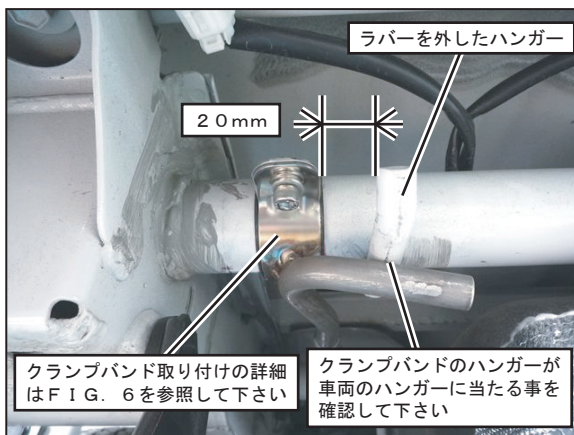

FIG. 5
9. ⑥クランプバンド#1と⑦クランプバンド#2を、FIG. 5, 6の図説を参考に、⑨クランプバンド用スペーサーラバー、⑩キャップボルトM6×15、⑪SUSワッシャM6、⑫スプリングワッシャM6、⑬フランジナットM6を使用して車両に取り付け、仮締めして下さい。(FIG. 5, 6参照)